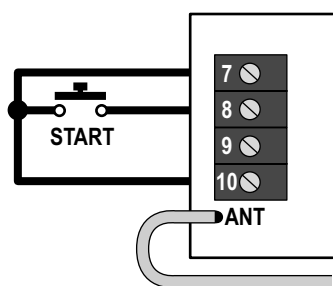

Fig.2
1. Ligar o botão como indicado na Fig. 2.
2. Ligar um botão N.A. como indicado na Fig. 2.